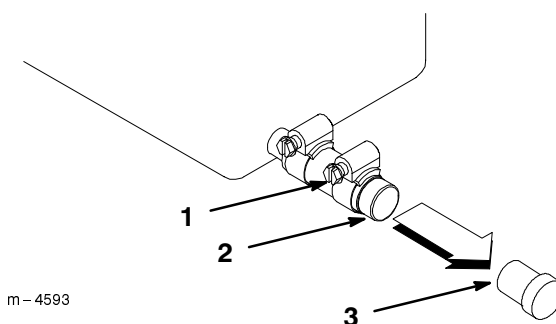

Abbildung 25
4. Eine Schale unter den Ölablaßschlauch stellen (Abb. 25).
5. Die Klammer lösen und die Schraube entfernen (Abb. 25).